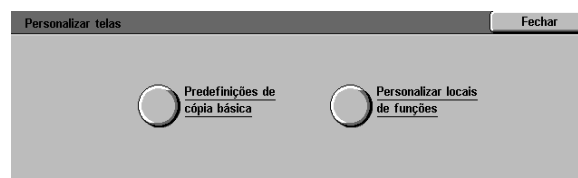

Figura 42: tela Personalizar telas
- 1 Na tela Recursos, toque no ícone **Personalizar telas** para exibir a tela Personalizar telas, conforme ilustrado na Figura 42.